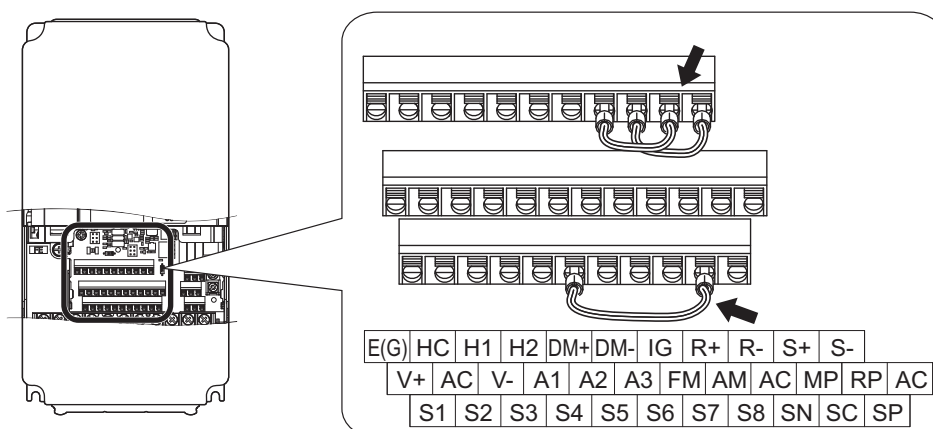

Abbildung C.8 Klemmenanschlüsse für die Kommunikations-Selbstdiagnose
4. Der ausgeschaltete Frequenzumrichter ist wie in **Abbildung C.8** gezeigt zu verschalten, wobei die Klemmen R+ und S+, R- und S- sowie S6 und SC verbunden werden.